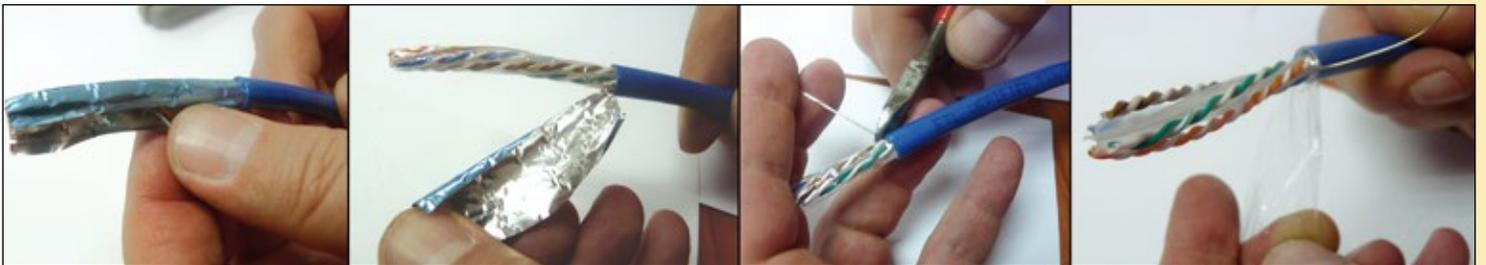

Figura 6
- 5 Proceda a retirar el blindaje de aluminio y la chaqueta plástica, corte el hilo de rasgar y separe el conductor de drenaje para aterramiento tal como se muestra en el grupo de imágenes de la **Figura 6**.